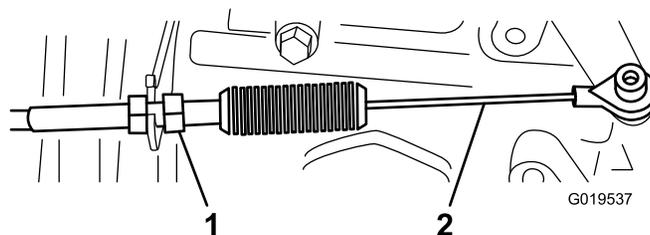
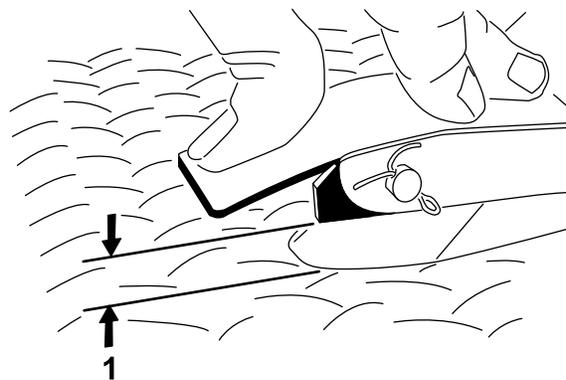

Рисунок 67
Рисунок 68
2. Отрегулируйте шаровой шарнир на тросике акселератора (Рисунок 67) таким образом, чтобы зазор между рычагом педали акселератора и верхней доской пола с ромбовидным рисунком составлял от 2,54 до 6,35 мм (Рисунок 68), когда к центру педали прикладывается усилие 11,3 кг.
3. Затяните контргайку (Рисунок 67).